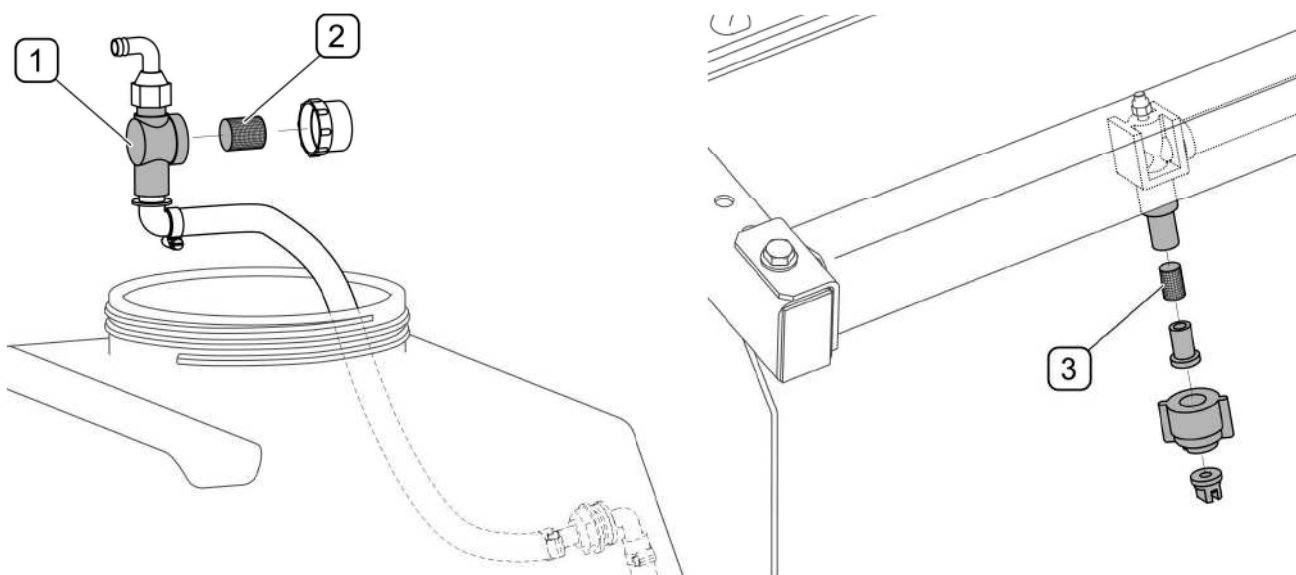

РИСУНОК 5.10 Водяные фильтры
Обслуживание системы полива состоит в регулярной проверке системы подачи воды и очистке (РИСУНОК 5.10) водяных фильтров (2) и (3).
В системе полива имеется водяной фильтр (2), размещенный под баком для воды, который очищает воду от механических загрязнений, а также сетчатые фильтры (3) в каждом поливателе (РИСУНОК 5.10). Для того, чтобы очистить фильтр (2), нужно